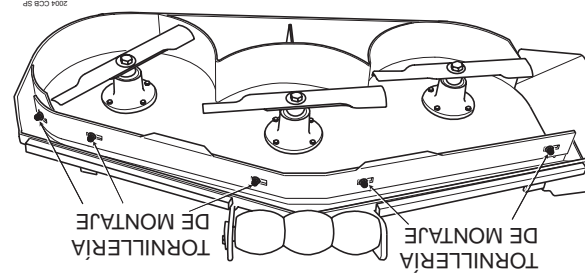

Figura 9. Deflector de corte personalizado
1. Retire los accesorios que aseguran el deflector de corte personalizado a la plataforma de corte (Vea la Figura 9).